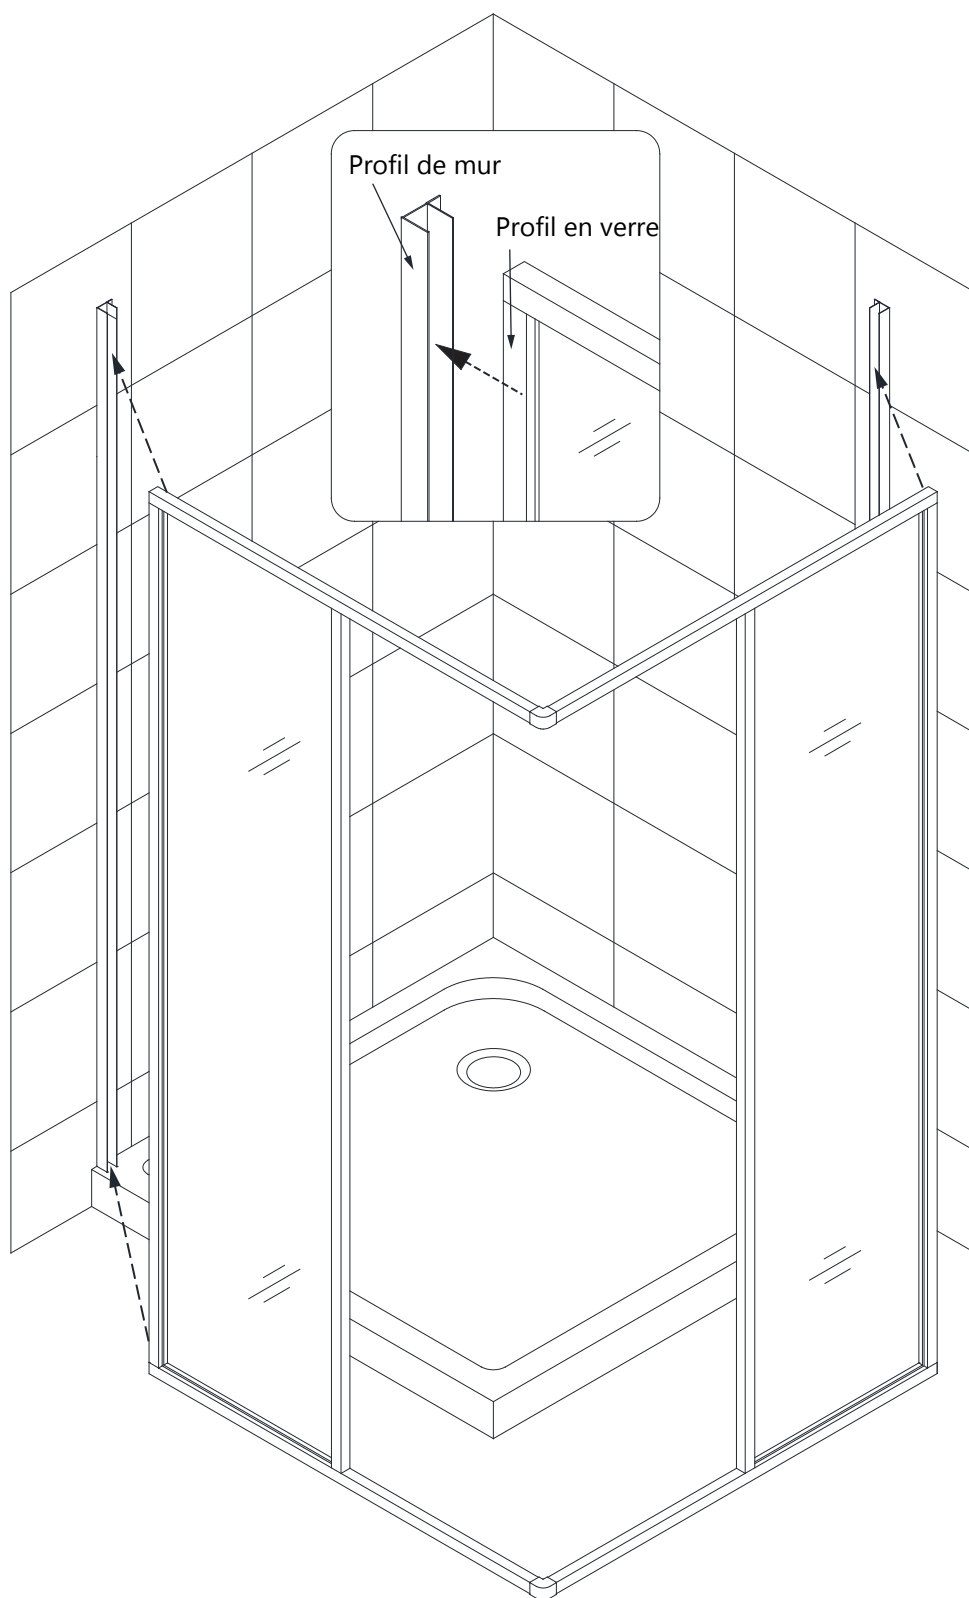

Fig 4
4. Alignez les panneaux **de verre assemblés (n° 02)** sur la base de douche et faites glisser les profilés de verre dans **les profilés muraux installés (n° 01)**. (**Fig. 4**)